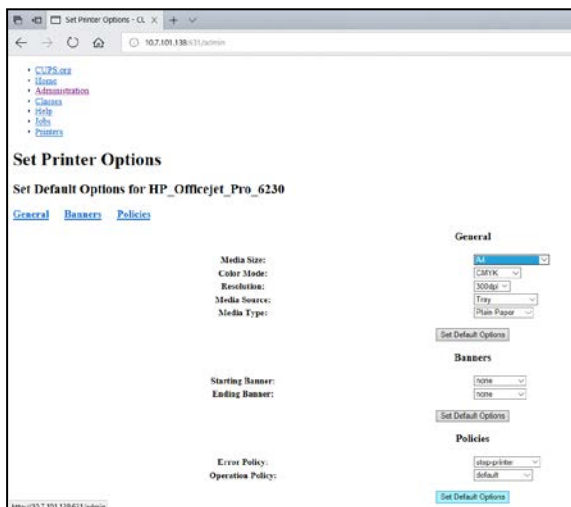

Рис. 81. Вибір правильного формату друку.
7. Виберіть правильний формат у параметрі **Media Size** (Формат носія) (наприклад, «A4»), оскільки деякі принтери не друкуватимуть, якщо формат паперу неправильний. Далі збережіть вибір, натиснувши **Set Default Options** (Установити параметри за замовчуванням), (рис. 81).